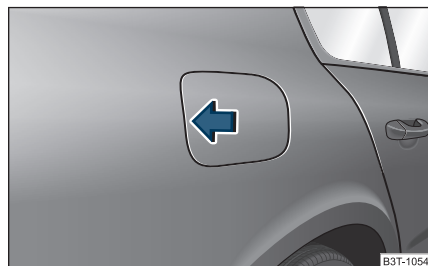

Fig. 198 Parte trasera del vehículo, lado derecho: Abrir la tapa del depósito
- Presionar el lado izquierdo de la tapa del depósito ⇒ fig. 198.